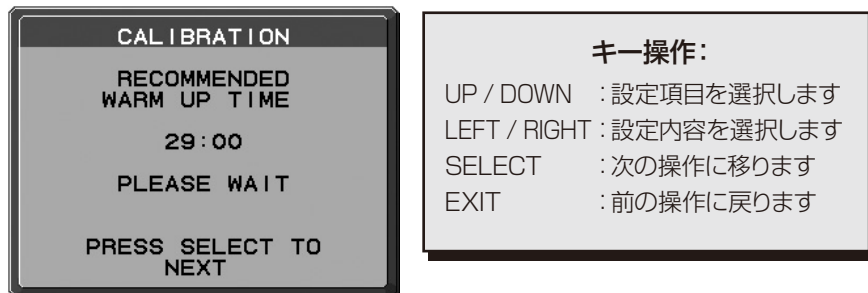
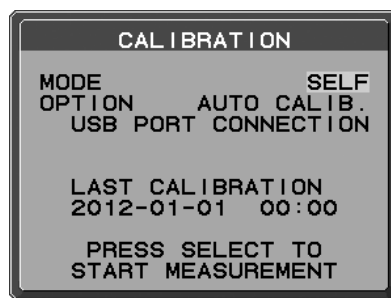

図1
図3
本機の内蔵キャリブレーション機能を使い、画面の表示特性やフロントセンサーの校正などをおこないます。STAND-ALONE CALIBRATION には SELF CALIBRATION、COPY CALIBRATION (MD302C4 のみ)、GAMMA ADJUST、DICOM MEASURE、AMBIENT SENSOR CALIBRATION があります。液晶ディスプレイの電源を入れて30分以上経過してから、キャリブレーションをおこなってください。液晶ディスプレイの電源を入れてから30分以内にキャリブレーションをおこなおうとすると確認画面が表示されます。(図1)
- 入力信号がない状態で、キャリブレーションをおこなう場合は、左右ボタンを同時に長押ししてください。図1または図3のキャリブレーション画面が表示されます。
2. キャリブレーションモードでSELFを選択します。(図3)